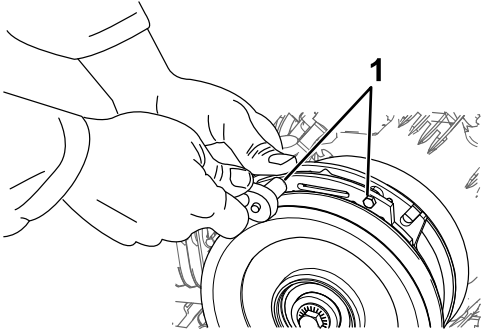

図 71
- A. 図 71 に示すように、両方のブレーキ取り付けボルトを 1/2-1 回転ゆるめる。